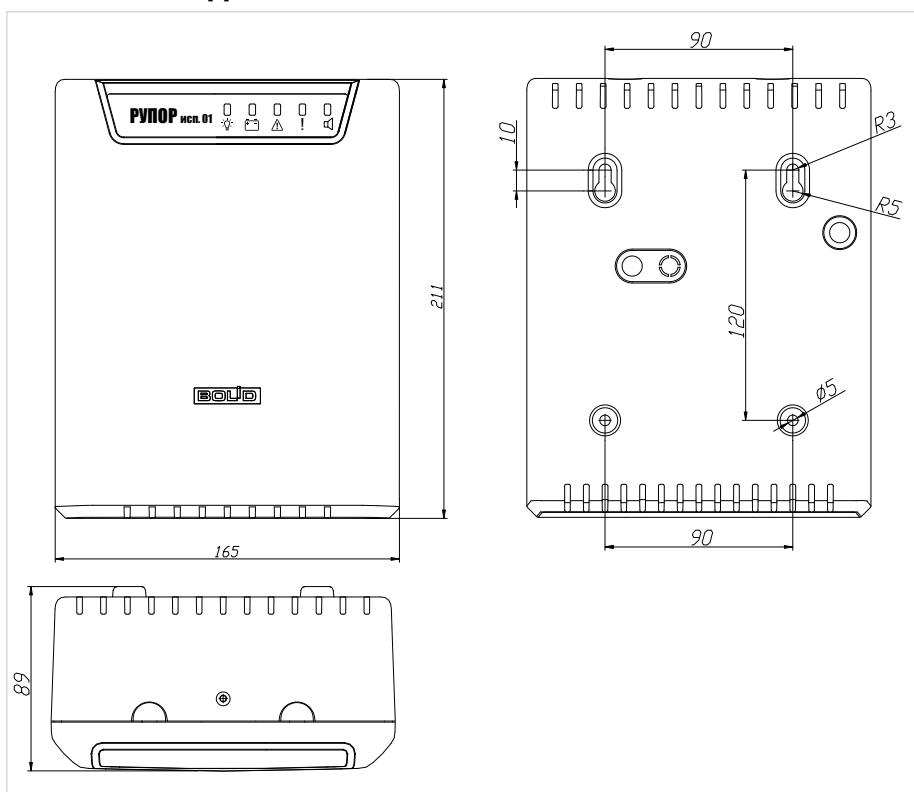

Рисунок 28. Внешний вид и габаритные размеры блока «Рупор исп.01»
1. Наметьте на стене места для четырех установочных отверстий в соответствии с габаритным чертежом (см. рис. 28). Просверлите отверстия.